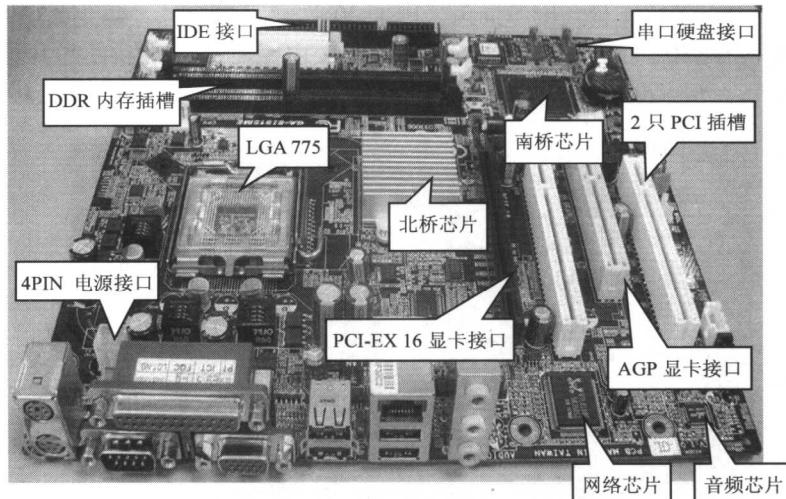

图 1-4 Intel 915 芯片组
- Intel 915 系列芯片组主板将支持最多 4 个 SATA 串口硬盘接口，还能支持 RAID 0 和 RAID 1 等磁盘阵列模式，能满足各种磁盘性能的需求，同样电源插头采用了 20 芯+4 芯的方式，4 芯插头专为 CPU 提供电源，结构如图 1-4 所示。